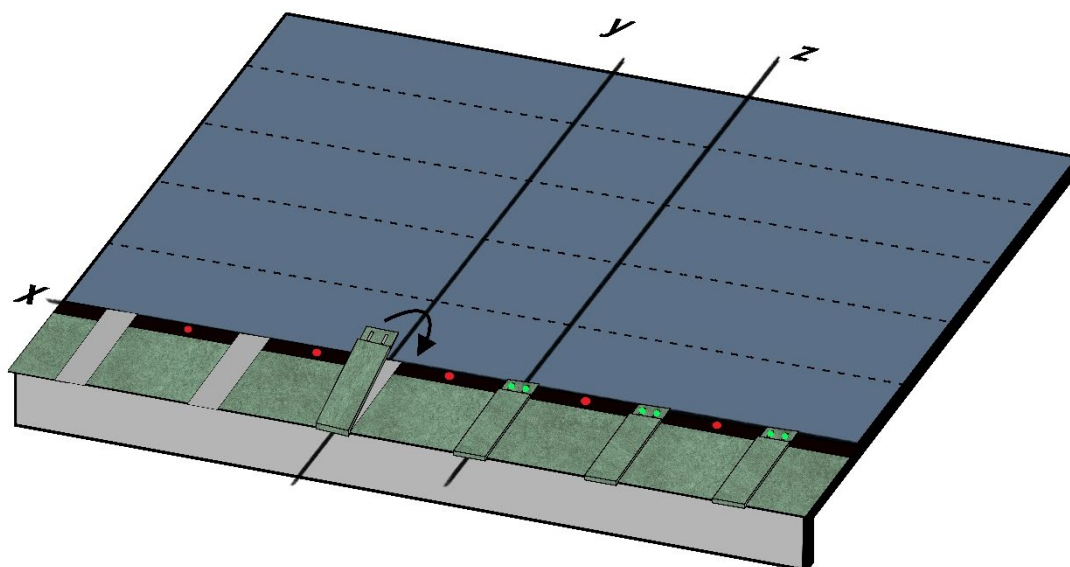

Fig. 9 - Posa del Compact Clip
- Inserire il primo Compact Clip, allineando la tacca centrale con la giunzione tra due tegole consecutive e il secondo Compact Clip in mezzzeria alla tegola. Procedere con la chiodatura dei Compact Clips, sfruttando gli appositi fori – chiodi verdi di Fig. 9. In questo modo, si andranno anche ad assicurare le tegole al sottofondo con ulteriori punti di fissaggio.